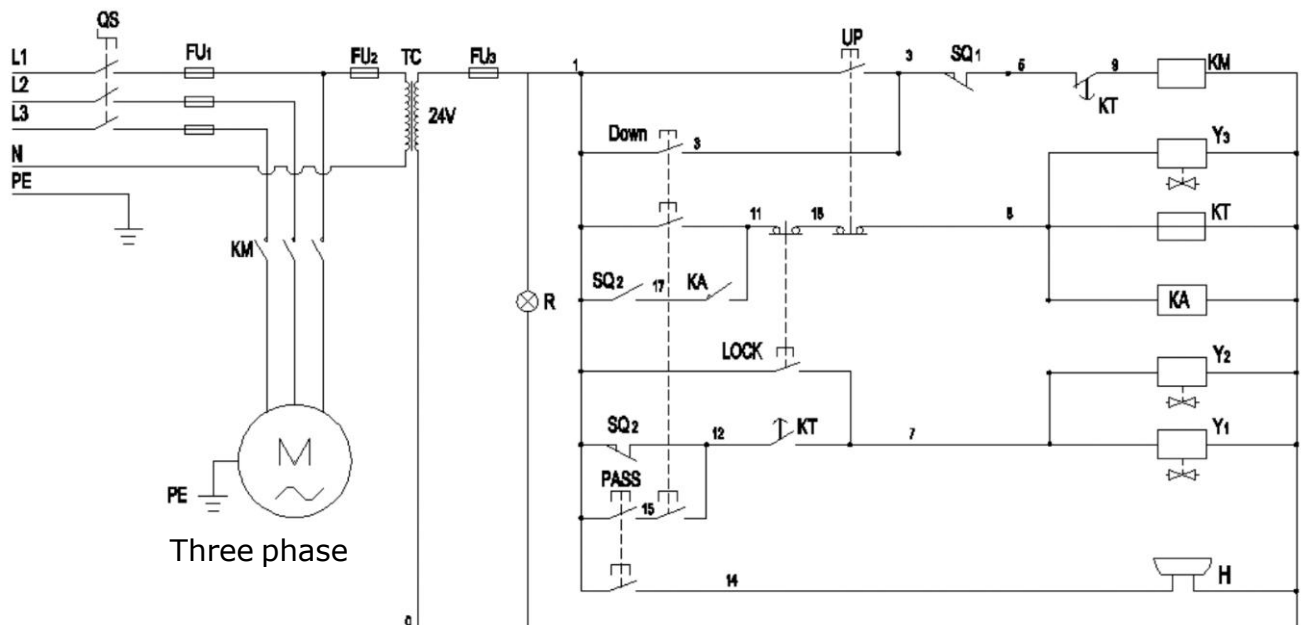

Fig. 17
1.2 Circuit Diagram (See Fig. 17).